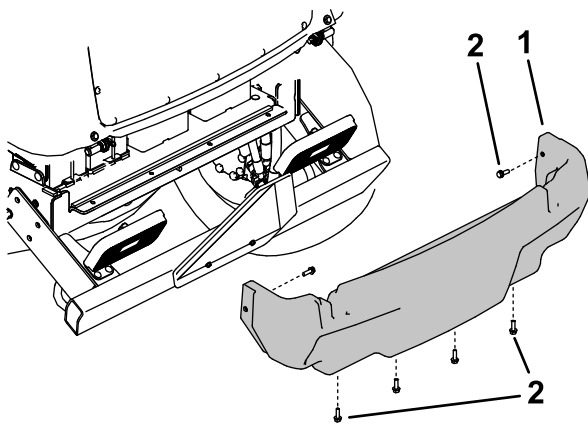

Figura 112
- Rimuovete le 6 viti flangiate che fissano la copertura posteriore al telaio e rimuovete la copertura posteriore (Figura 112).
4. Montate la copertura posteriore (Figura 112).